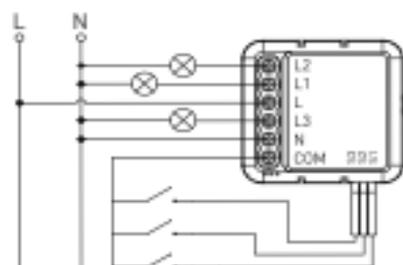

Рисунок 2.7
- с тремя выключателями (см. рисунок 2.7);